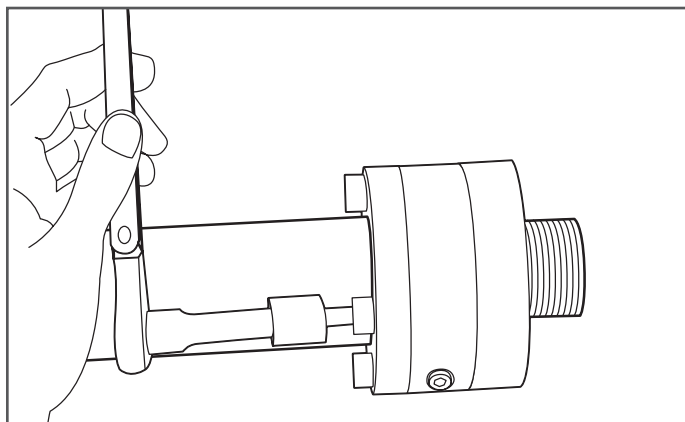

Figure 7-22
23. En alternant, serrez toutes les vis à tête creuse aux valeurs de couple indiquées au tableau 3 (Figure 7-22).